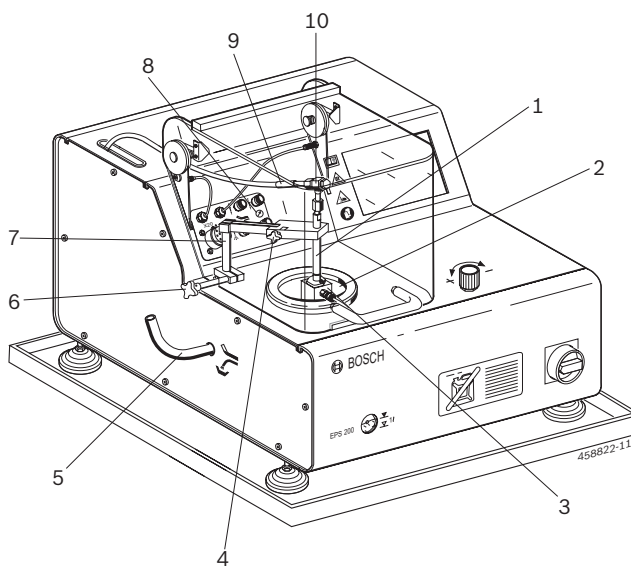

Fig. 3: Componentes para o teste
Durante o processo de enxágüe do DHK/UI, a saída de enxágüe (fig. 3, pos. 5) é rodada para baixo, de maneira a que a mistura de diesel e óleo com sujeira não entre no tanque do óleo de teste do EPS 200. Para o efeito, é necessário colocar um recipiente na mesa de trabalho (à esquerda, ao lado do EPS 200) por baixo da saída de enxágüe.